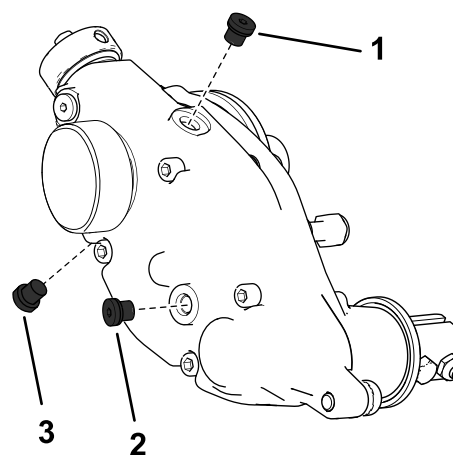

Figura 22
2. Retire el tapón de vaciado en la parte inferior de la carcasa (Figura 22).
3. Retire el tapón de llenado del lado de la carcasa y afloje el tapón de ventilación de aire en la parte superior, de modo que pueda pasar el aire (Figura 22).
7. Coloque el tapón de vaciado (Figura 22).